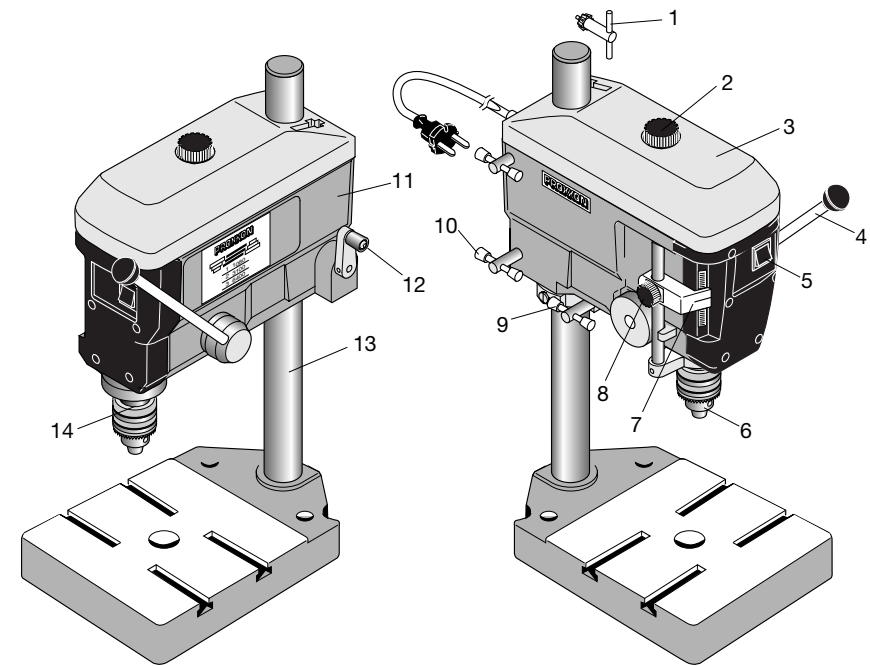

Fig. 1
1. Bohrfutterschlüssel in Bohrfutter 6 (Fig. 1) einstecken.
1. Spindel an der Schlüsselfläche 14 (Fig. 1) mit einem Gabelschlüssel (SW 17) blockieren.